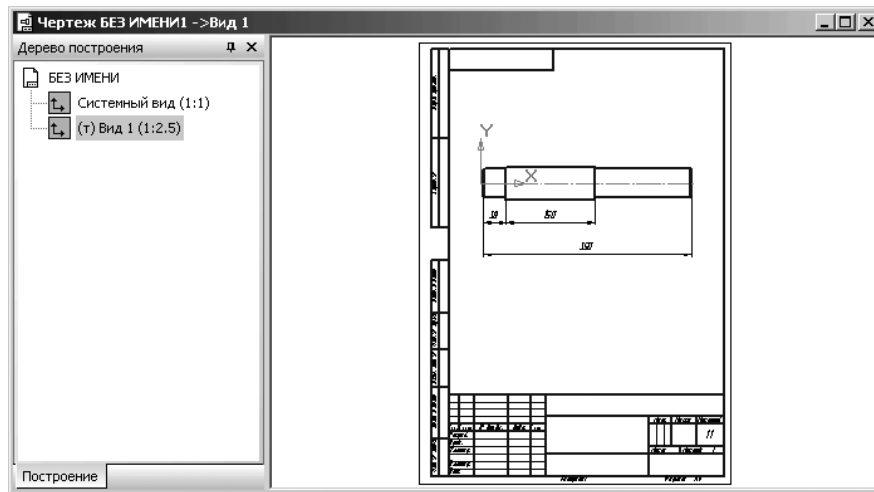

Рис. 4.129. Результат перемещения вида Вид 1
- щелкните в пустом месте чертежа для снятия выделения. Результат перемещения вида **Вид 1** показан на рис. 4.129.